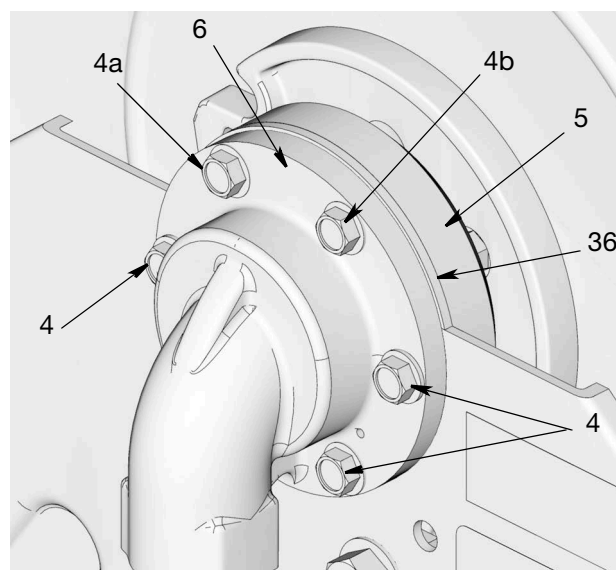

Рис. 24
9. Сначала вставьте 2 верхних болта (4а и 4b) через раму и впускной патрубок (6), см. Рис. 24. Затяните болты с усилием, достаточным для удержания всех деталей на месте.
10. Затем вставьте остальные болты (4). Затяните вручную с усилием 33,9–47,45 Н•м (25–35 футофунтов).